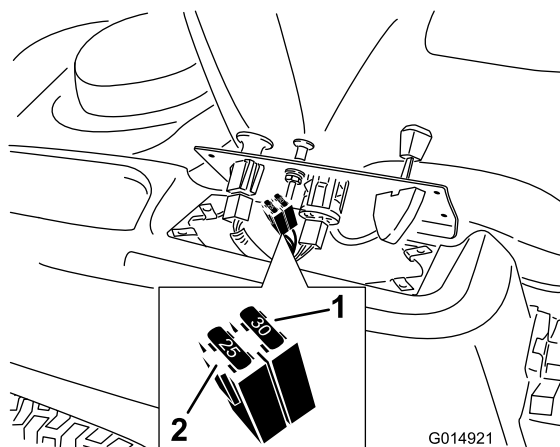

Bild 48
2. Heben Sie das Armaturenbrett an, um an den Hauptkabelbaum und den Sicherungsblock zu gelangen (Bild 48).
3. Ziehen Sie die Sicherung zum Wechseln heraus (Bild 48).